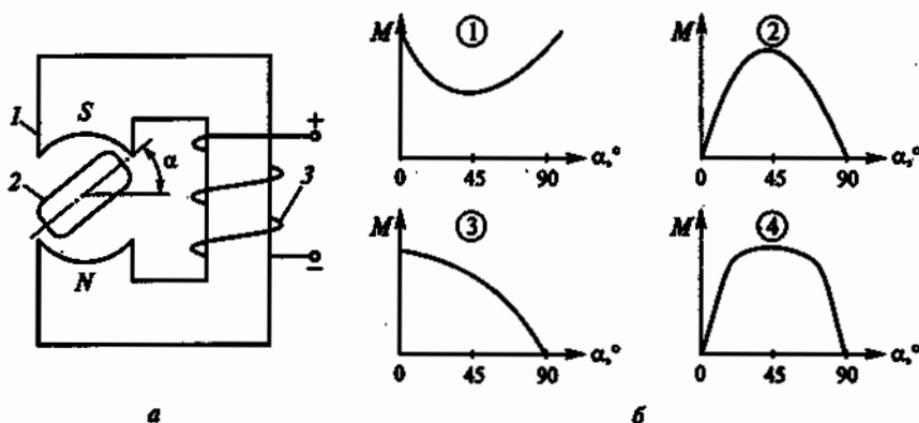

Рис. 63
2.39. Показанное на рис. 63, *а* устройство, состоящее из ферромагнит-
ногого сердечника 1, поворотного ферромагнитного якоря 2 и обмотки 3, используется как элемент электромагнитного реле, шагового двигателя и т. п. Какой из четырех графиков на рис. 63, б правильно отображает зависимость момента M , действующего на якорь, от угла поворота якоря α ?